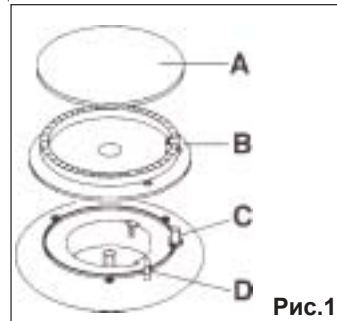

Рис.1
**секунд**, чтобы термопара (рис. 1, D) прогрелась и защитное устройство отключилось, иначе пламя погаснет, как только вы отпустите регулятор.
- Если вы не можете зажечь пламя после нескольких попыток, проверьте правильно ли лежит крышка конфорки (рис. 1, A).
В моделях с электрическим зажиганием оно осуществляется при помощи керамической “свечи” и металлического электрода (рис. 1, С). Для достижения хорошего электроподжига содержите эти компоненты в чистоте и следите за тем, чтобы отверстия рассекателя горелки не были забиты.